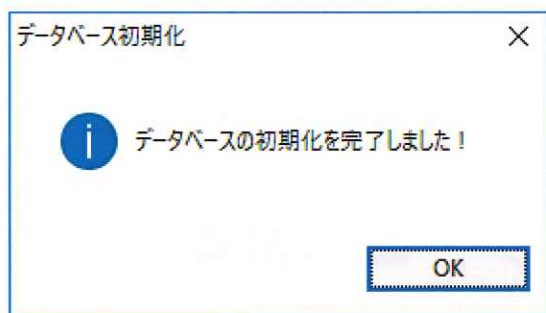

図 2.16 初期化の完了
(4) 以下のメッセージが表示されれば完了です。(図 2.16)